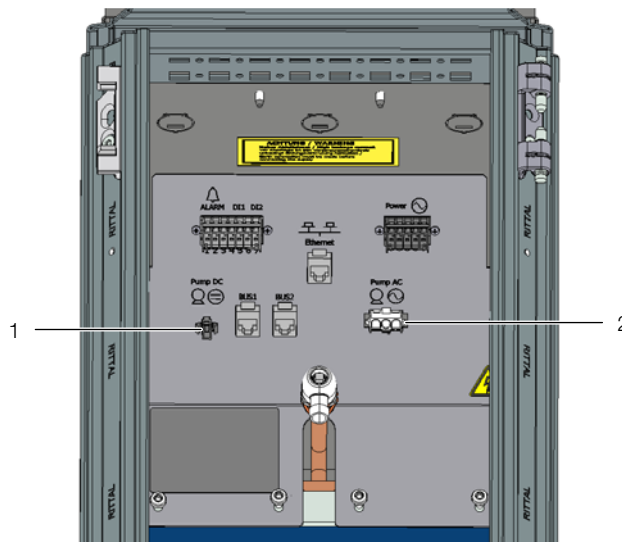

Рис. 54: Точки подключения
- Проложите DC- и AC-кабели насоса для конденсата отдельно друг от друга вверх к разъемам подключения LCP (рис. 54).